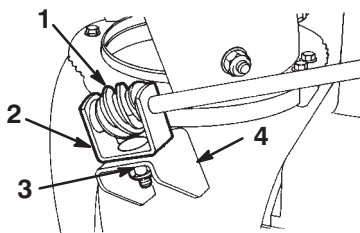

Figure 10
2. Enduisez la vis sans fin de graisse multi-usages No 2 (Fig. 10).
3. Montez la vis sans fin et l'étrier sur le support prévu, de manière lâche, à l'aide d'un boulon, d'une rondelle pyramidale et d'un contre-écrou, comme illustré dans le Figure 10.
4. Glissez la vis sans fin dans les dents de la couronne de l'éjecteur et serrez l'écrou (Fig. 10).